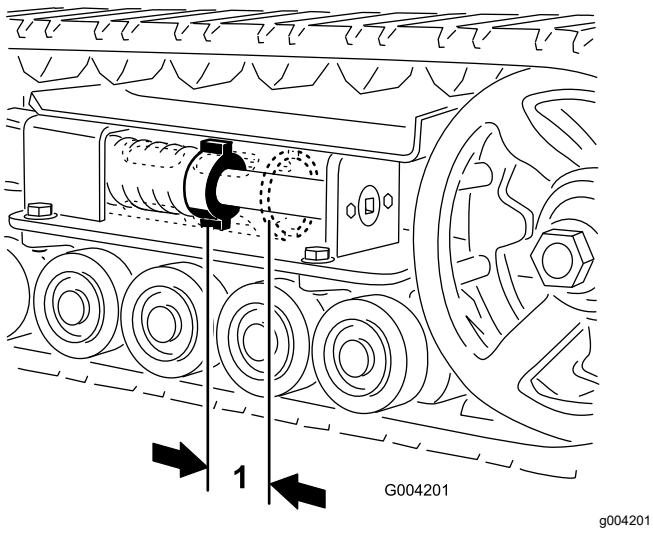

Figure 48
5. À l'aide d'une clé à douille de 13 mm (1/2 po), tournez la vis de tension dans le sens antihoraire jusqu'à obtention d'un espacement de 7 cm (2 3/4 po) entre l'écrou de tension et l'arrière du tube de tension (Figure 48).
L'écrou de tension et l'arrière du tube de tension doivent être distants de 7 cm (2 3/4 po) (Figure 48). Si ce n'est pas le cas, réglez la tension des chenilles comme suit :
12. Tournez la vis de tension dans le sens antihoraire jusqu'à obtention d'un écartement de 7 cm (2¾ po) entre l'écrou de tension et l'arrière du tube de tension (Figure 48).
18. Tournez la vis de tension dans le sens antihoraire jusqu'à obtention d'un écartement de 7 cm (2 $\frac{3}{4}$  po) entre l'écrou de tension et l'arrière du tube de tension (Figure 48).